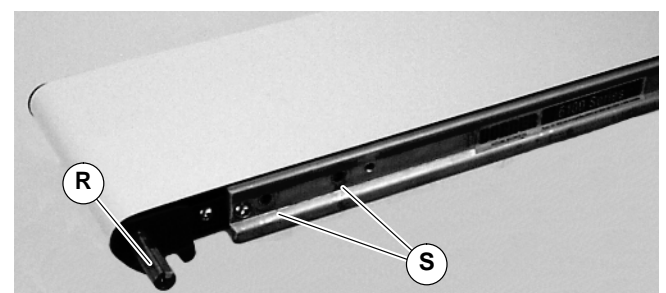

Abbildung 5
3. Lage der Antriebswelle (R auf Abbildung 5) feststellen und zwei (2) Schrauben entfernen (S).